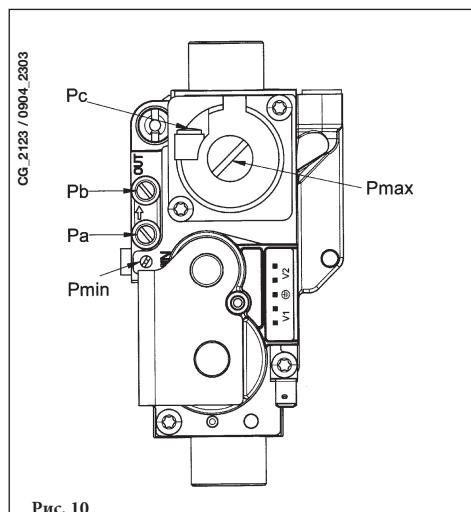

Рис. 10
- Подключите положительный вход дифференциального манометра, предпочтительно жидкостного, к точке измерения давления (Pb) газового клапана (Рисунок 10). Подключите, только для моделей с закрытой камерой, отрицательный вход этого же манометра к специальному тройнику, позволяющему соединить между собой компенсационную точку котла, компенсационную точку газового клапана (Pc) и сам манометр. (Аналогичное измерение можно выполнить, подсоединив манометр к точке измерения давления (Pb) и без передней панели закрытой камеры);
- e) Отрегулировать винт "Рмакс/Рмин" (рисунок 10) до получения величины давления, указанной в Таблице 1.
Для настройки давления на максимальной мощности используйте регулировочный винт "Рmax" (рис. 10), поверните его по часовой стрелке для увеличения давления на горелке и против часовой для уменьшения.
Для настройки давления на минимальной мощности используйте регулировочный винт "Рmin" (рис. 10), поверните его против часовой стрелки для увеличения давления на горелке и по часовой для уменьшения.
- 5) При работе котла на 100% мощности, отрегулируйте винт "Pmax" (рис. 10) до достижения указанного в Таблице 1 значения давления (вращайте по часовой стрелке для увеличения давления и против часовой стрелки для уменьшения).